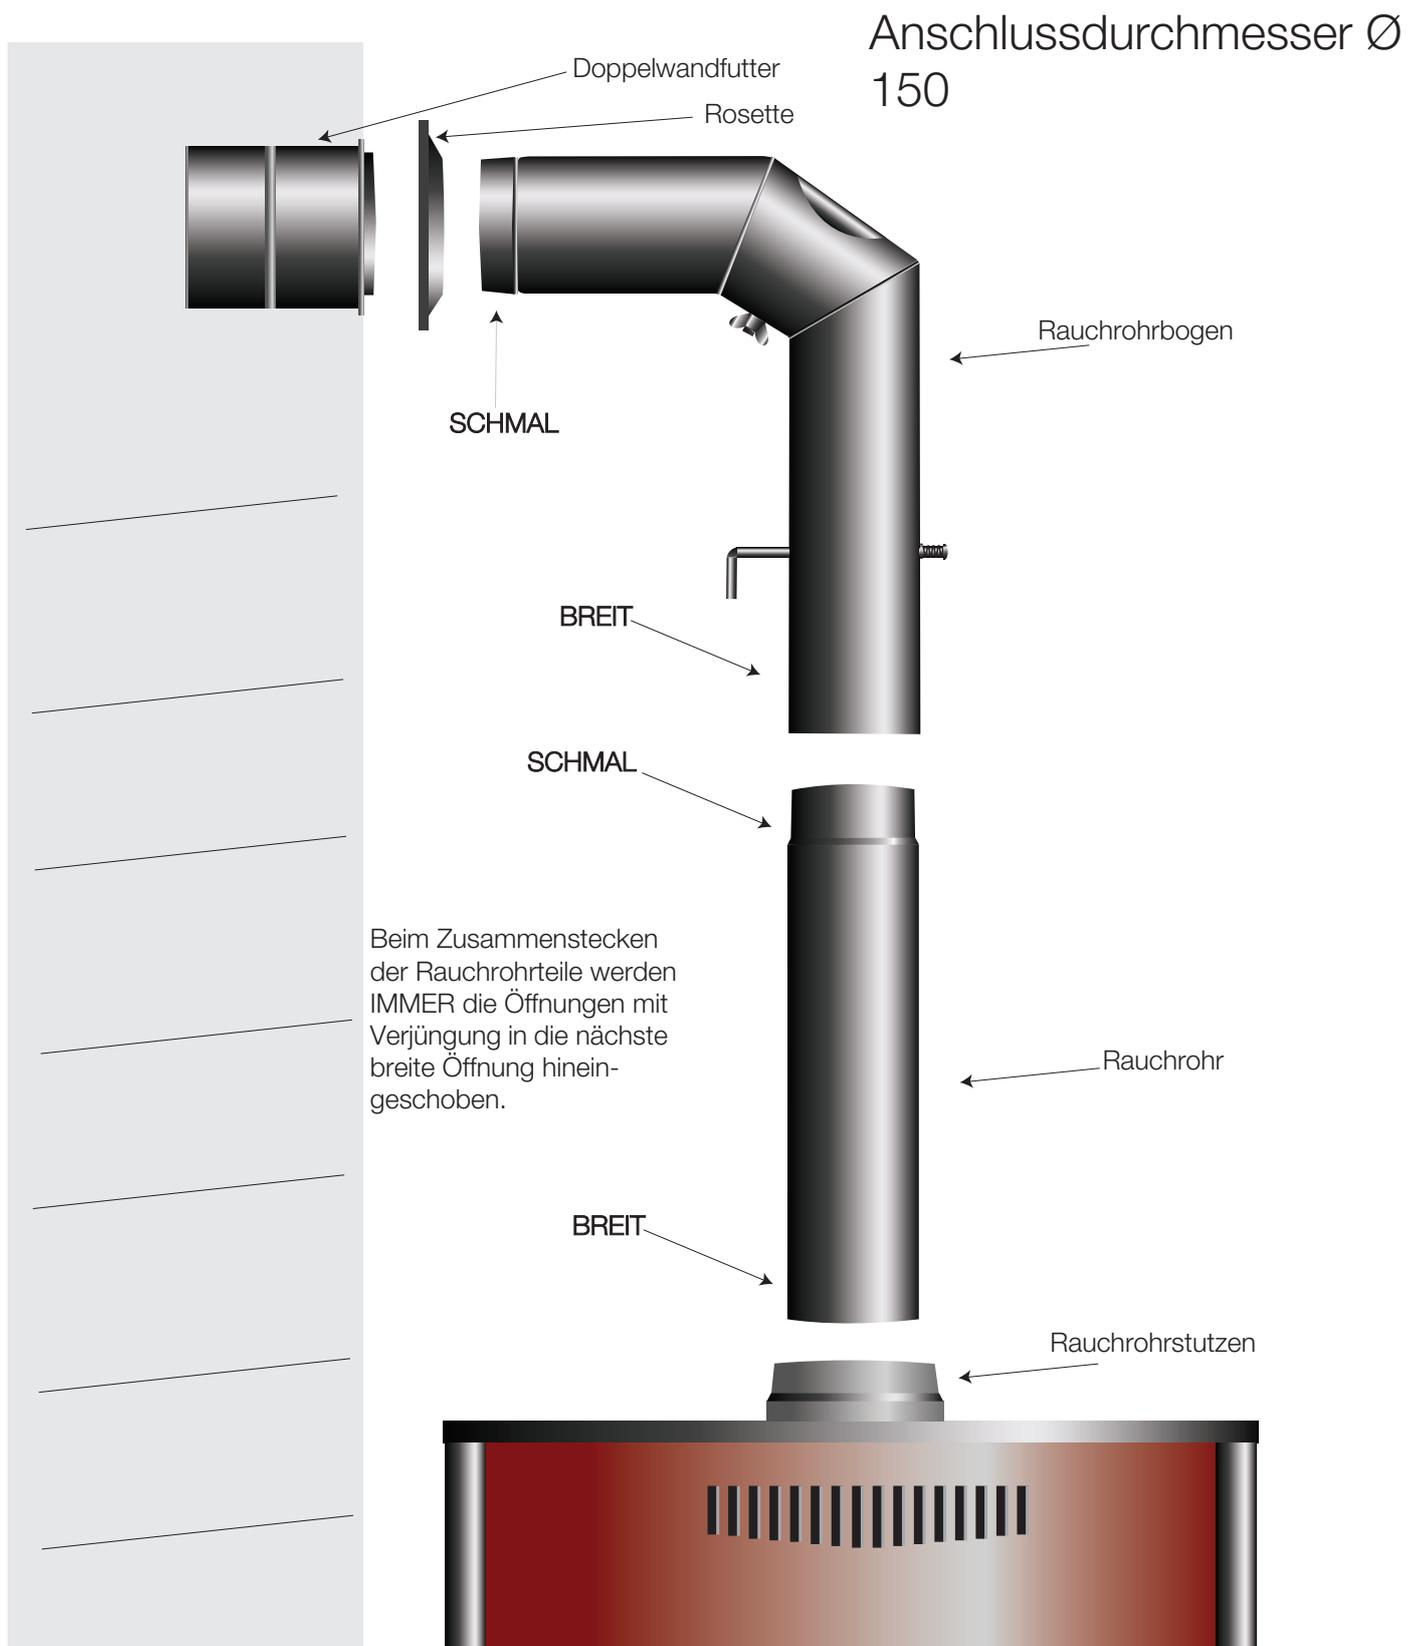

Abbildung 3 Anschluss des Kaminofens an den Schornstein
4. Abbildung 3 Anschluss des Kaminofens an den Schornstein	Seite 6